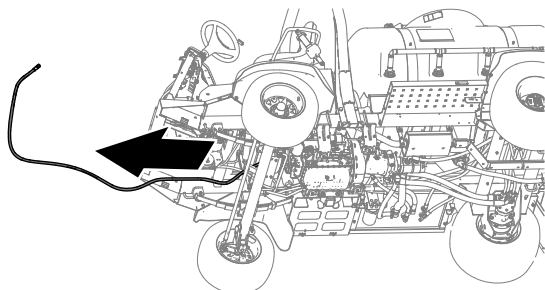

Figura 72
2. Retire o tubo de pressão da máquina (Figura 72).